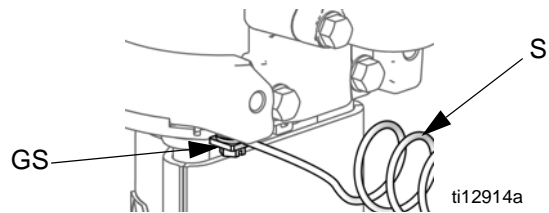

FIG. 2. Verwijder de schroef en de aardingsdraad
1. Pomp: Zie FIG. 2. Controleer of de aardingschroef (GS) veilig is bevestigd en vastgedraaid is aan de luchtmotor. Sluit het andere uiteinde van de aardingsdraad (S) aan op een goede aarde.